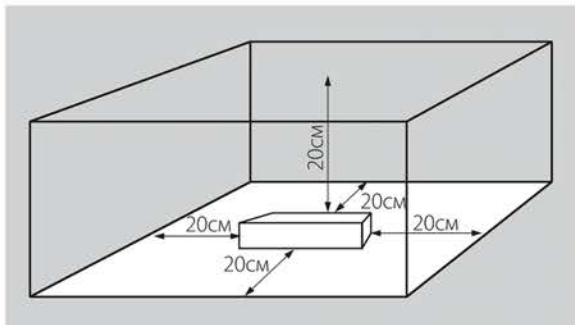

Рис.1
- 3.2. Для естественной вентиляции обеспечьте свободное пространство вокруг источника питания не менее 20 см, как изображено на Рис.1. При невозможности обеспечить свободное пространство используйте принудительную вентиляцию.